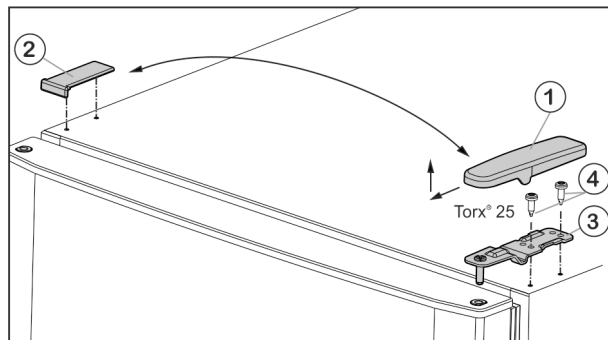

Fig. 5
- ▶ Kryt Fig. 5 (1) odoberte smerom dopredu a hore.
- ▶ Kryt Fig. 5 (2) nadvihnite.
- ▶ Hornú ložiskovú konzolu Fig. 5 (3) odskrutkujte (2 krát Torx® 25) Fig. 5 (4) a odoberte smerom hore.
- ▶ Vrchnú ložiskovú konzolu Fig. 5 (3) nasadíte na novej strane závesu do dverí.
- ▶ Hornú ložiskovú konzolu **pevne (pomocou krútiaceho momentu 4 Nm)** priskrutkujte (2x Torx® 25) Fig. 5 (4). V prípade potreby použite akumulátorový skrutkovač.
- ▶ Kryt Fig. 5 (1) nasadíte na opačnú stranu zvonka a zaklapnete.
- ▶ Kryt Fig. 5 (2) nasadíte vždy na opačnú stranu zhora a zaklapnete.